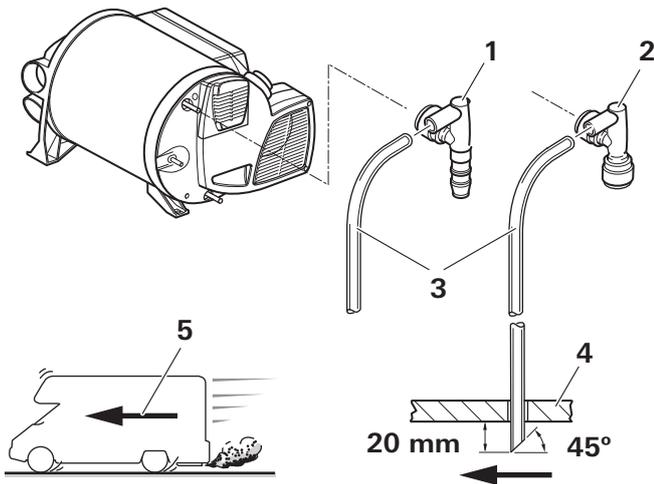

Abb. 35
- ▶ Belüftungsschlauch durch eine Bohrung im Fahrzeugboden führen und ca. 20 mm unter dem Fahrzeugboden 45° schräg zur Fahrtrichtung abschneiden (Abb. 35).
- ▶ Den Luftspalt zwischen Schlauch und Bohrung von unten mit plastischem Karosseriedichtmittel abdichten (Abb. 35).